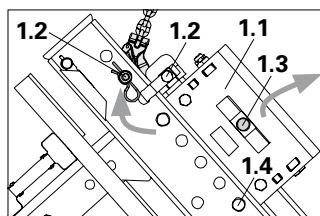

Fig. A1.16a
3. Un perno (1.4) rimane nel dispositivo di fissaggio. (Fig. A1.16a)
4. Inserire i perni (1.2 + 1.3) nei fori della traversa e assicurarli con l'inserto a molla. (Fig. A1.16a + A1.16b)